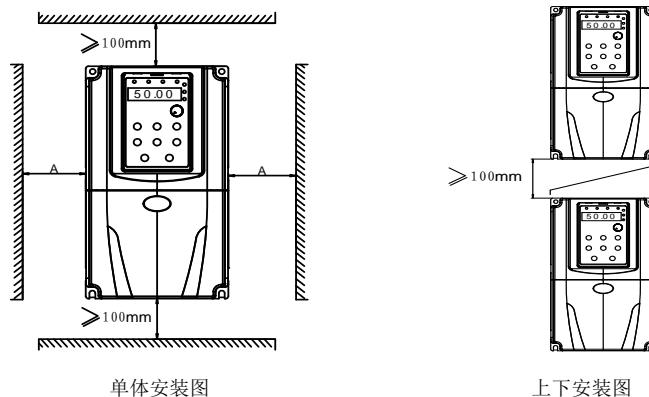

图 3-1 KE300A&AE300 变频器安装示意图
- 1) 请垂直安装变频器, 便于热量向上散发, 但不能倒置。若柜内有较多变频器时, 最好是并排安装。在需要上下安装的场合, 请参考图 3-1 的示意, 安装隔热导流板。
- 2) 安装空间遵照图 3-1 所示, 保证变频器的散热空间; 但布置时请考虑柜内其它器件的散热情况。